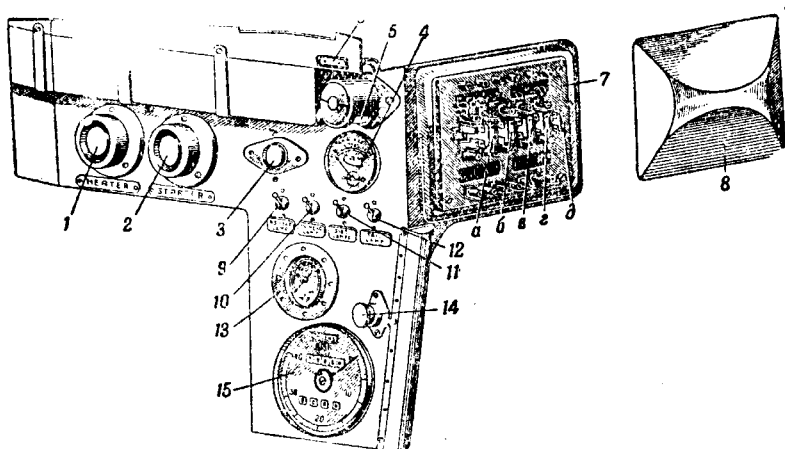

Рис. 8. Левый щиток контрольных приборов танка с двигателем АЕС А190:
5. Нажми на кнопку свечей подогрева (рис. 8) и не отпускай её в течение 15—20 сек. Включение свечей сопровождается щелчком реле.